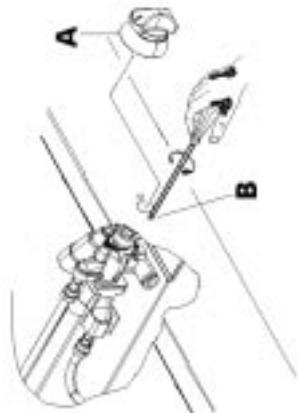

fig. 9
- togliere la manopola A (fig. 9);
- remove the knob A (fig. 9);
- Agire con cacciavite ad intaglio (fig. 9) sulla vite by-pass. È sufficiente svitare il by-pass per regolare il minimo passando dal gas liquido a gas metano. Per il funzionamento con G30/G31 (LPG) la vite di regolazione del by-pass deve essere avvitata a fondo
• Use a flat blade screwdriver (fig. 9) to adjust the by-pass screw. Simply unscrew the by-pass to adjust the minimum setting when switching from liquid gas to methane.